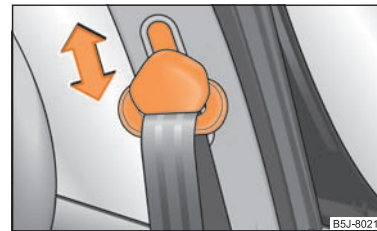

Abb. 108 Vordersitz: Gurthöheneinstellung
- Zum Einstellen drücken Sie auf den Umlenkbeschlag und verschieben ihn nach oben bzw. unten ⇒ Abb. 108.